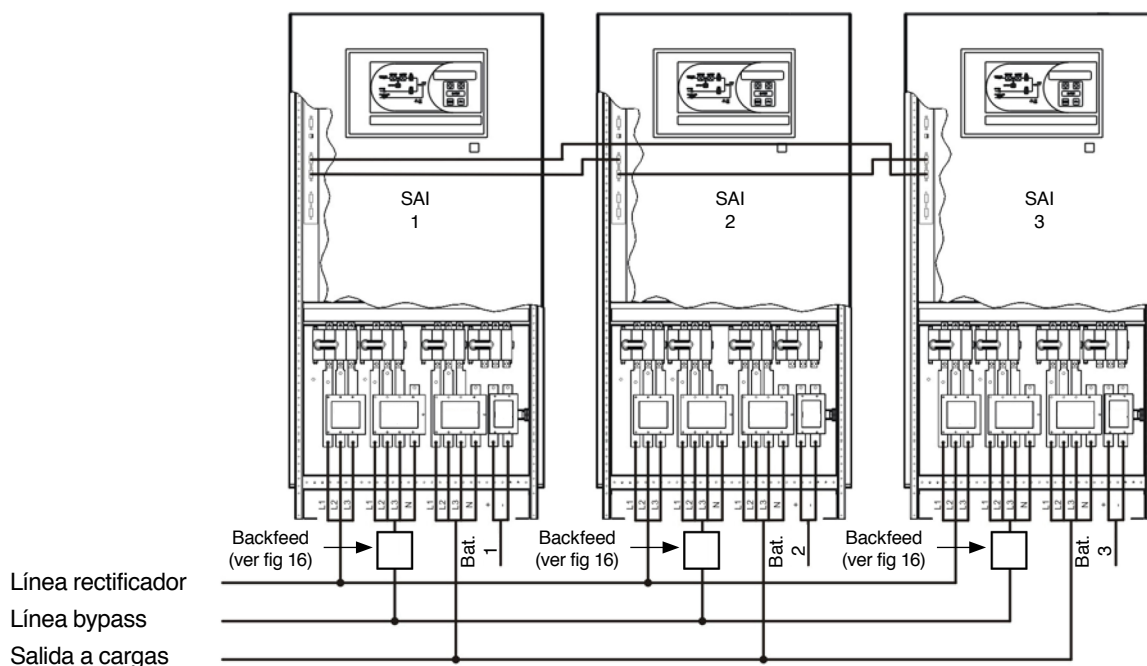

Fig. 23. Ejemplo conexión 3 SAI XTRA-P de 100 a 160 kVA, con red de bypass independiente.
- En los esquemas de las figuras 23 a 26 se representan a modo de ejemplo la conexión de tres equipos en paralelo de distintas potencias, con las líneas de entrada de rectificador y bypass independientes (ver fig. 23 y 25), y con ambas líneas alimentadas por una única red (ver fig. 24 y 26).